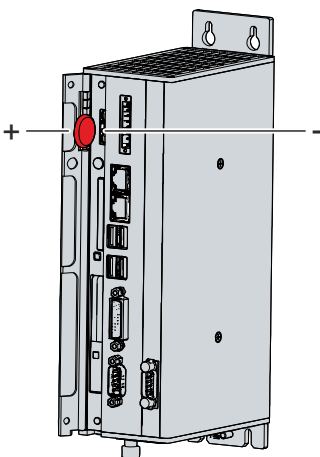

Abb. 24: Batteriewechsel
2. Stecken Sie die neue Batterie per Hand in den PC. Achten Sie dabei auf die richtige Polung. Der Minuspol der Batterie muss zur Spannungsbuchse des Industrie-PCs zeigen (siehe Abb. 24).